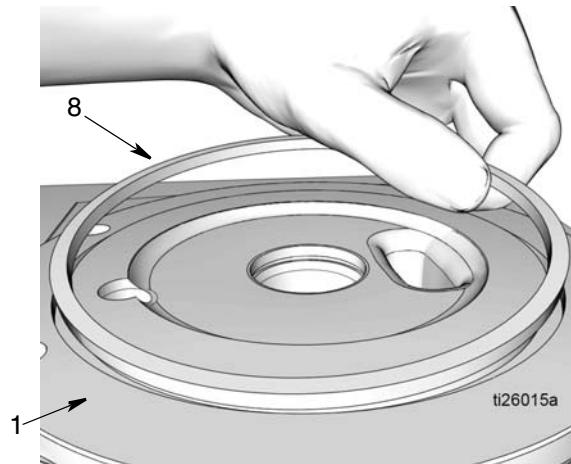

图 46
7. 在方 O 形圈 (8) 上抹上薄薄一层滑脂。将方 O 形圈 (8) 安装在泵底座 (1) 的沟槽中，如图 46 所示。